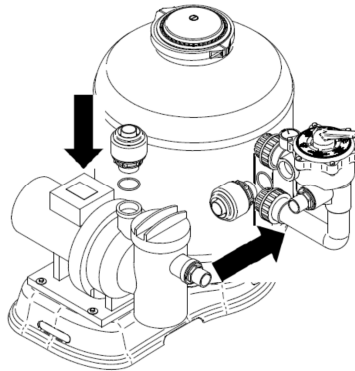

Fig. 22
1. Schrauben Sie die beiden Schlauchhalterungen (Fig. 22).